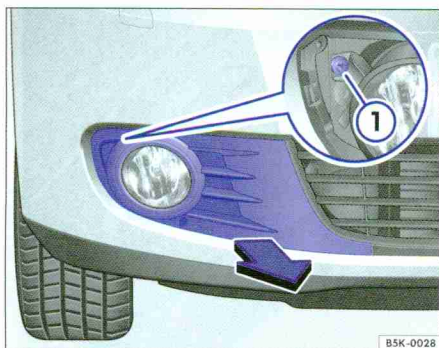
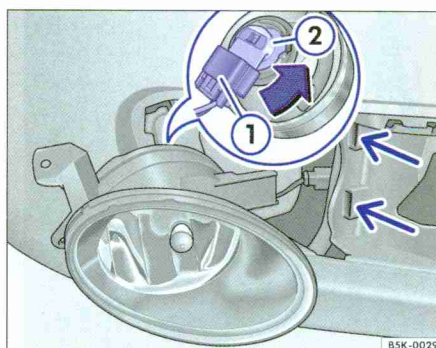

Fig. 202 Dans le pare-chocs avant, du côté droit : dépose du projecteur.
Fig. 203 Remplacement de l'ampoule dans le projecteur.
2. Tirez le cache vers l'avant, dans le sens de la flèche ⇒ fig. 202.
3. Dévissez la vis de fixation ① à l'aide du tournevis faisant partie de l'outillage de bord ⇒ page 317.
4. Rabattez le projecteur légèrement vers l'avant et l'extraire de ses logements latéraux ⇒ fig. 203 (petites flèches).
5. Déverrouillez puis débranchez la fiche ①.
6. Tournez le porte-ampoule ② vers la gauche jusqu'en butée dans le sens de la flèche puis retirez-le par l'arrière avec l'ampoule.
9. Rebranchez la fiche ① sur le porte-ampoule ②. La fiche doit s'enclencher de manière audible.
10. Remplacez le projecteur dans les logements ⇒ fig. 203 (petites flèches) puis rabattez-le vers l'arrière.
11. Vissez fermement la vis de fixation ⇒ fig. 202 ① à l'aide du tournevis.
12. Mettez le cache en place dans le pare-chocs ⇒ fig. 202. ◀